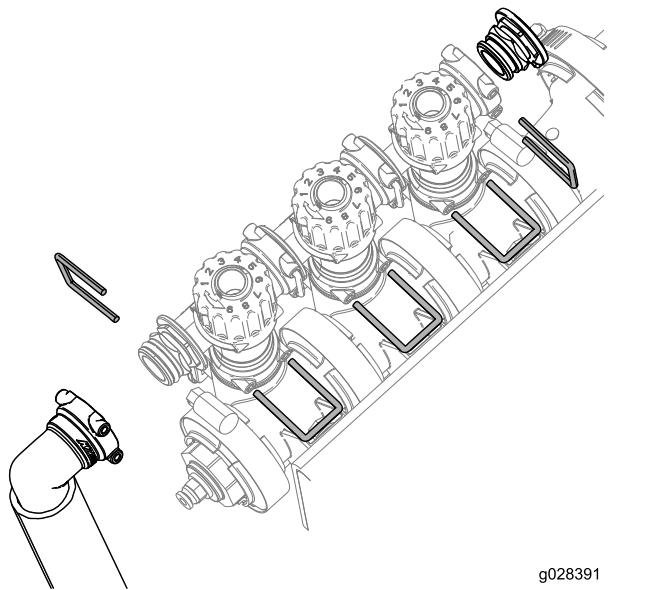

Figura 14
3. Retire las horquillas de retención que sujetan el grupo de válvulas de desvío de los brazos, la tapa terminal, el acoplamiento y la manguera, como se muestra en la Figura 14.